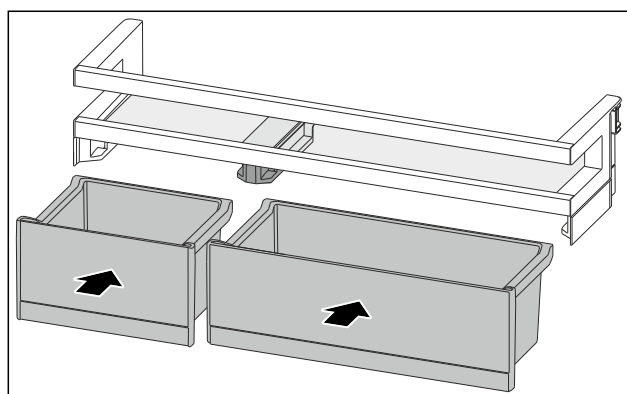

Fig. 94
- ▶ 排列互换后装入 VarioBox。[参见 Fig. 94]